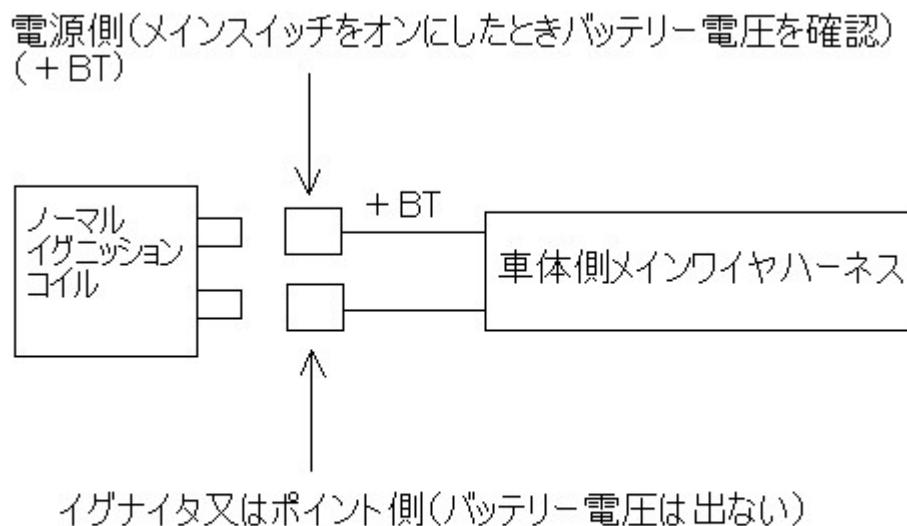

図1 電源側の確認
- ① ノーマルイグニッションコイルを取り外して下さい。取り外した後、車体側の配線端子で電源側、イグナイタ側をテスターで確認して下さい(図1参照)
- ② SP2 パワーコイルとプラグコードを7、8ページ「プラグコードコネクタ装着方法」に従って接続して下さい。コード／キャップは、高電圧によるリーク防止の為、新品又は同様品を使用して下さい。
- ③ SP2 パワーアンプの位置を設定し両面接着シートで固定して下さい。アンプは熱を発生しますので風通しに十分注意してください。
芯線が銅線数本よりのもの(図1)はそれを芯線として折り返す。